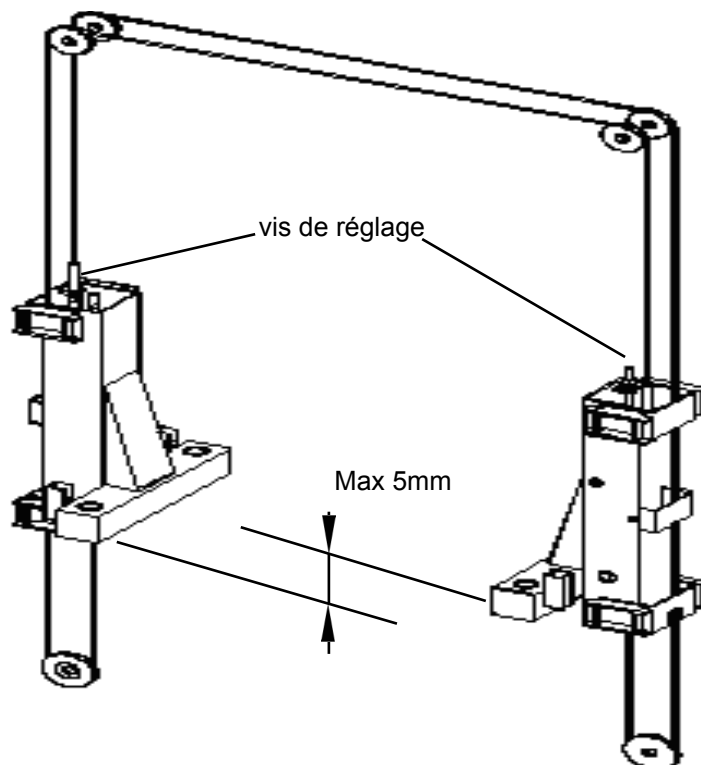

Fig. 11
- Installer les câbles de nivellement selon les indications de la fig. 11 (± 5 mm de dénivellement entre les chariots).
- Régler les câbles de nivellement par les vis spécifiques (voir la fig. 11).
La mise à niveau du pont élévateur se fait par les câbles en acier, selon les indications de la fig. 11.